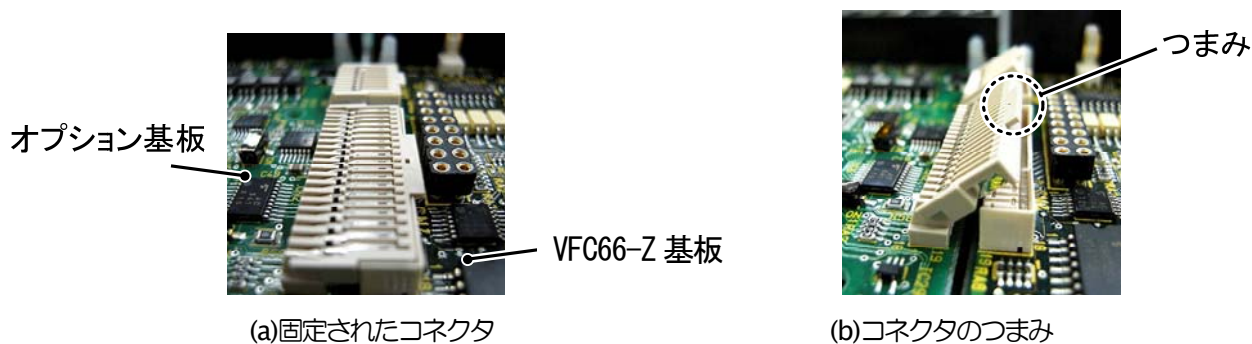

図 5.3 コネクタ
③オプション基板を取り外します。VFC66-Z 基板とオプション基板間の 2 つのコネクタの接合を解除します。図 5.3(a) はコネクタが接合された状態です。同図(b)に示すように、つまみ部を押し上げるようにしてコネクタの接合を解除してください。
⑦オプション基板のコネクタ CN1 および CN2 を、図 5.3(b)に示すようにつまみを押し下げ、それぞれ、VFC66-Z 基板のコネクタ CN7 および CN4 にはめ合わせて固定してください。コネクタを取り付けると同図(a)のようになります。コネクタ可動部分には弾性があり、取り付けが弱いと外れることがありますので、しっかりと固定してください。
⑧SET66-Z 基板を元どおりに取り付けてください。
⑨ユニットカバーのフタを元に戻してください。